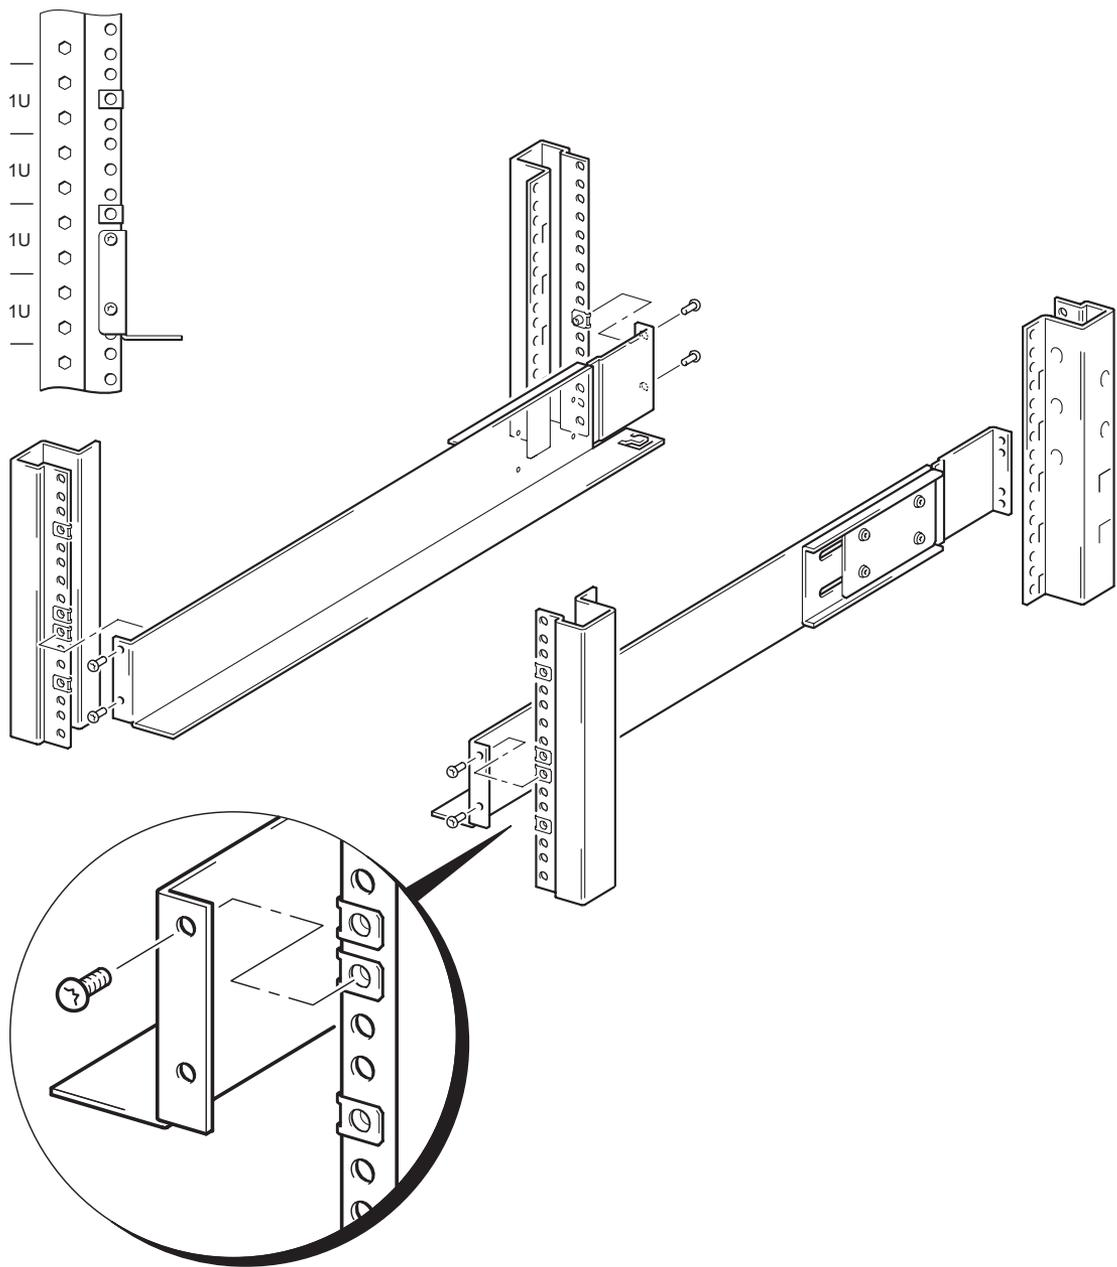

Figure 3a : Installation des rails de support dans les racks HP
- 1** Consultez la Figure 3a. Positionnez un rail de support de sorte que son rebord arrière recouvre la colonne arrière du rack et que les orifices du rebord du rail soient alignés sur les écrous clip.